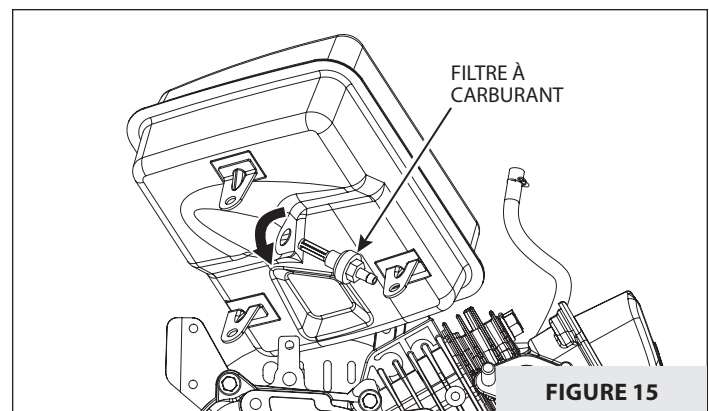

FIGURE 15
6. Démontez le filtre du réservoir en utilisant une douille de taille correcte pour tourner le filtre dans le sens inverse des aiguilles d'une montre. **VOIR FIGURE 15.**